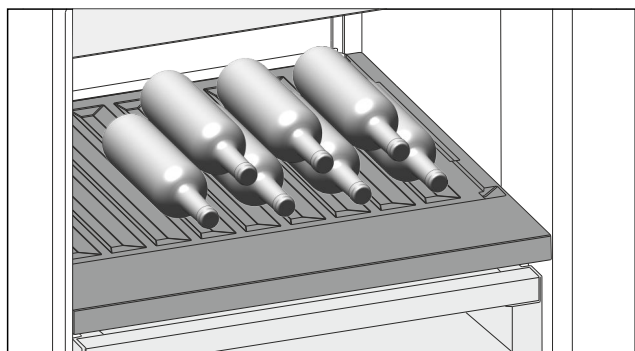

Fig. 119
- Inserire le bottiglie con il fondo rivolto verso la parte posteriore. (vedere Fig. 119)